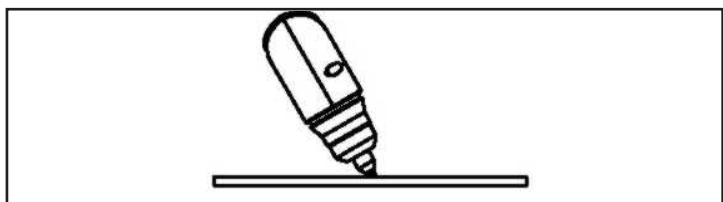

FIGURE 18
- Pour percer avec le chalumeau à main, penchez légèrement le chalumeau - FIG.18.